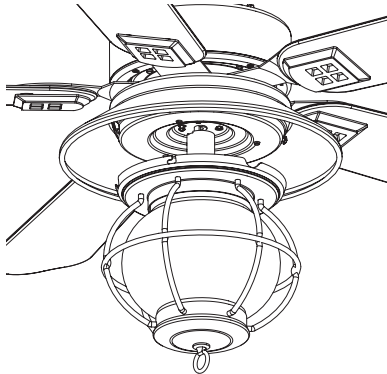

Figura 8e - Conjunto de luces
dirección del reloj) hasta que los tornillos de montaje de la caja, instalados en los subpasos 1 y 2, estén situados firmemente en el extremo estrecho de los agujeros ranurados, como se muestra en la Figura 8e. Apriete bien todos los cuatro tornillos.
8. Coloque en alineamiento los agujeros ranurados en el conjunto de luces con los tornillos instalados en la parte inferior de la caja del interruptor. Vea la Figura 8e.